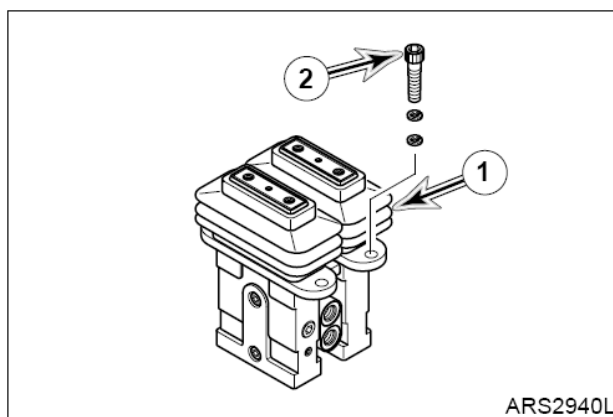

Рис. 8
12. Пометить и отсоединить шланги от клапана педали (1, рис. 8). Необходимо заткнуть и закрыть пробками все разъемы для предотвращения загрязнения гидравлической системы или ее компонентов.